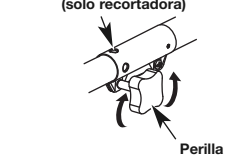
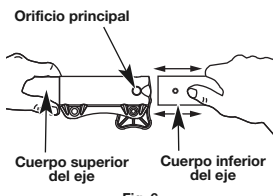

Fig. 4
Fig. 6
1. Para aflojar, gire la perilla en sentido contrario a las agujas del reloj (Fig. 4).
2. Mientras sostiene el accesorio con firmeza, empuje en línea recta hacia dentro del acoplador hasta que el botón de desconexión encaje firmemente en el agujero principal (Fig. 6).
3. Para apretar, gire la perilla en el sentido de las agujas del reloj (Fig. 4).
**PRECAUCIÓN:** Antes de operar esta unidad, cerciórese de que el botón de liberación esté completamente encajado en el orificio principal (Fig. 6) y de que la perilla (Fig. 4) esté bien apretada.
Para hacer cortes (orillados) decorativos con el accesorio de corte del cabezal de línea, trabe el botón de desconexión del accesorio en el interior del orificio de 90° (Fig. 4).
3. Al tiempo que sujeta firmemente la caja del eje superior, saque el accesorio del acoplador (Fig. 6).